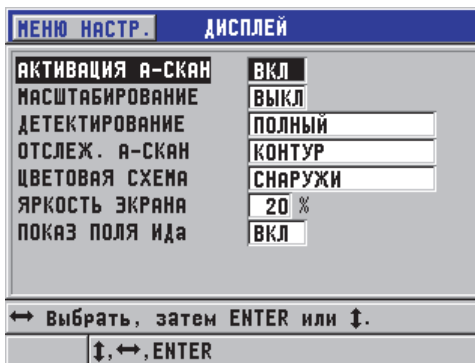

Рис. 4-4 Экран ДИСПЛЕЙ
2. В окне **ДИСПЛЕЙ** (см. Рис. 4-4 на стр. 57) выберите необходимый параметр и задайте нужное значение:
2. В окне **ДИСПЛЕЙ** (см. Рис. 4-4 на стр. 57) установите **ЦВЕТОВАЯ СХЕМА** на **ВНУТРИ** или **СНАРУЖИ**.
2. В окне **ДИСПЛЕЙ** (см. Рис. 4-4 на стр. 57) установите **ЯРКОСТЬ ЭКРАНА** на желаемый уровень.